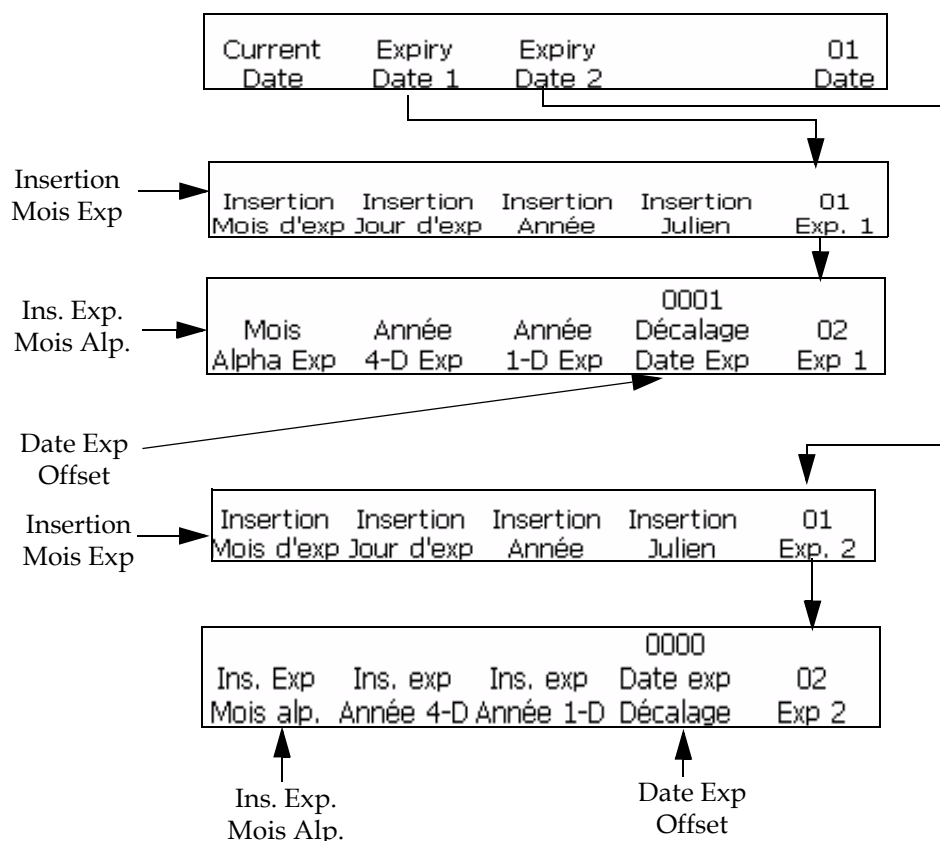

Figure 5-47: Fenêtre <02 Exp1> et <02 Exp 2>
- 1 Partez du cadre <01 Lim. 1> (01 Editer> 02 Editer - Insertions> 01 Insertion - Date> 01 Date - Dates Exp 1> 01 Exp. 1). Reportez-vous à la Figure 5-47 à la page 5-56.
- 1 Commencer dans la Fenêtre <02 Exp 1> (01 Editer > 02 Editer - Insertions > 01 Insertion - Date > 01 Date - Dates d'expiration 1 > 01 Exp 1 > 02 Exp 1). Voir Figure 5-47 à la page 5-56.